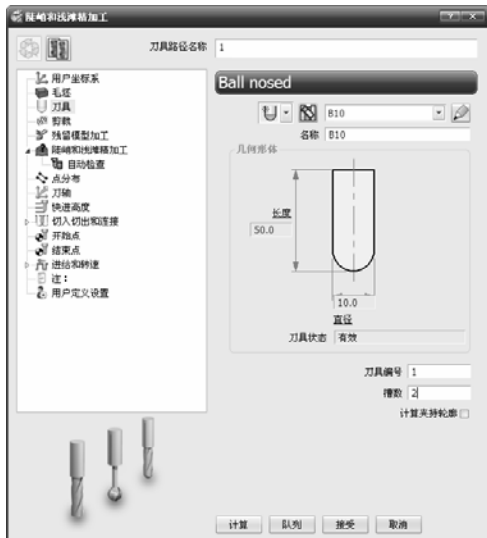

图 2-180 “陡峭和浅滩精加工”对话框
6) 单击主工具栏上的“刀具路径策略”按钮，弹出“策略选取器”对话框，单击“精加工”选项卡，选中“陡峭和浅滩精加工”选项，单击“接受”按钮，弹出“陡峭和浅滩精加工”对话框，如图 2-180 所示。